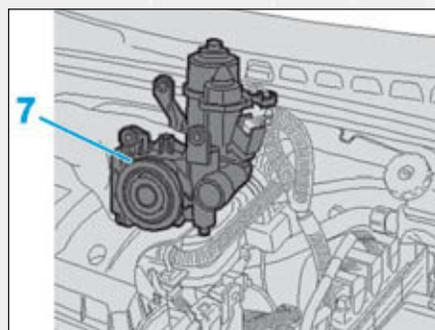

FIG.20
Positionner l'actionneur de boîte de vitesses (7) (Pattes de fixations vers le haut). Pendant toute la durée de l'opération, maintenir fermement l'actionneur de boîte de vitesses (7) (Fig.20).